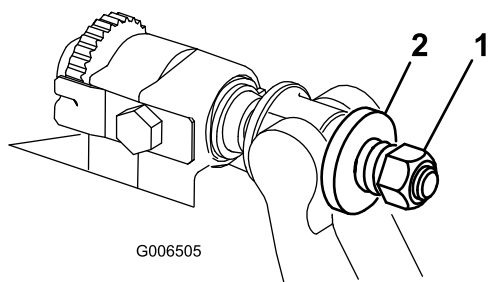

Figura 32
4. Serrate il dado di tensione della molla fino a quando la molla è ripiegata, quindi ritiratela di 1/2 giro (Figura 32).